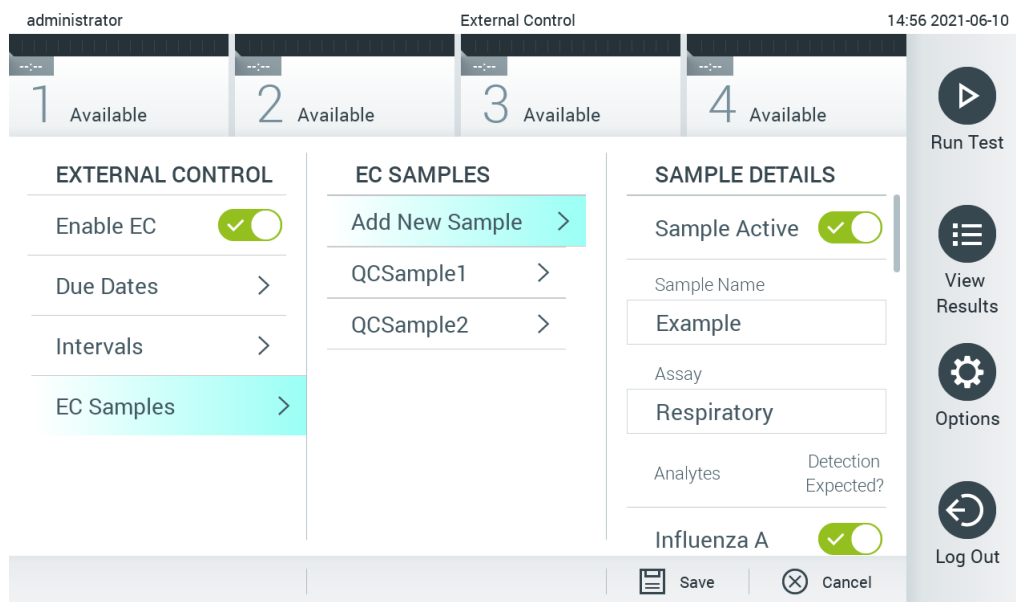

図 53. External Control EC Samples (外部コントロールの EC サンプル) 画面。
5. 外部コントロール検査で使用するサンプルを追加または編集するには、**EC Samples** (EC サンプル) を選択します。新しい EC サンプルを追加するには、**Add new Sample** (新しいサンプルを追加) を押してから、右列で設定を続けます (図 53)。EC サンプルを編集するには、中央列から既存のサンプルを選択し、右列で設定を続けます。